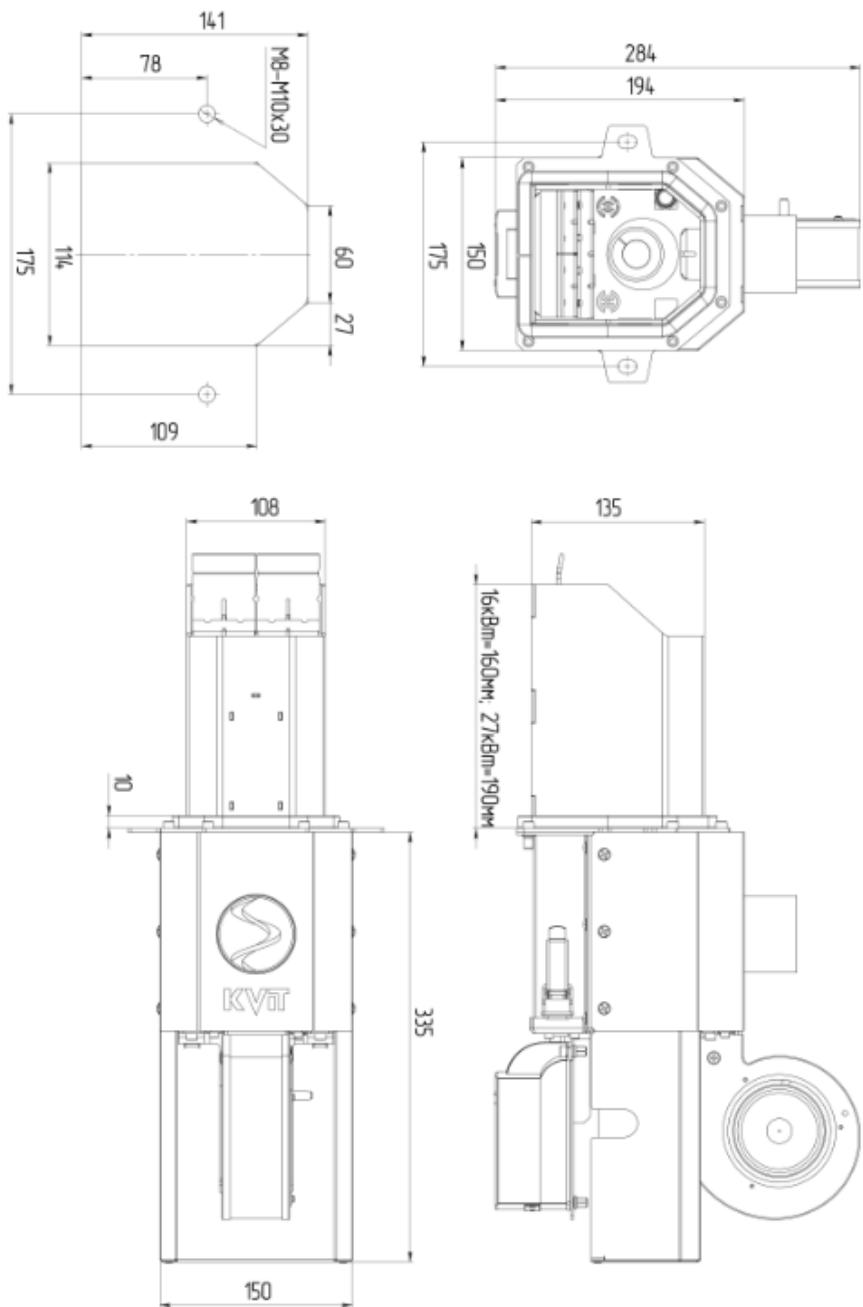

Рис.3 Габаритные и присоединительные размеры пеллетной горелки KVIT Lyuta 16; 27 кВт.
- 2) Согласно схеме на Рис.3 выполнить монтажные отверстия в штатной дверце котла, если в комплекте поставки не предусмотрена дополнительная дверца горелки.